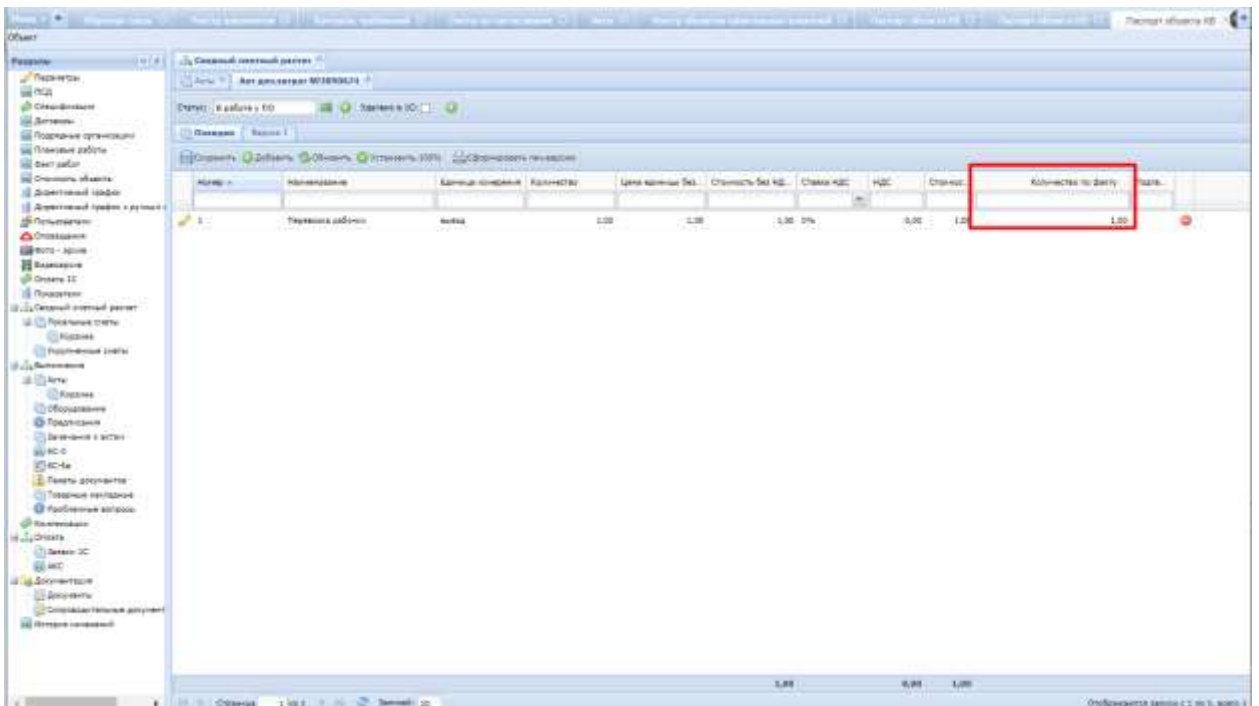

Рис. 143. Проставление фактического числа исполнения
- 3) проставить каждой позиции объем – ввести с клавиатуры в поле «Количество по факту» по соответствующей позиции (Рис. 143);